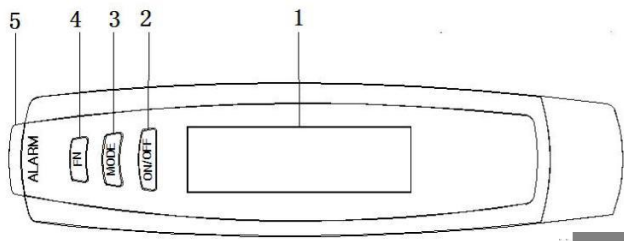

图 2.1.1 外形结构图
(1) 液晶屏；(2) “ON/OFF”：电源开关；(3) “MODE”：模式切换；(4) “FN”：功能键；(5) 报警指示灯；(6) 报警声孔；(7) 穿带孔；(8) 电池仓；(9) 开关槽；(10) 开关环：开关电池仓的工具；(11) 系带。具体结构如图 2.1.1、2.1.2 所示。